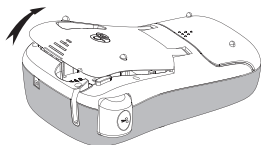

Figure 3
- 1 Soulevez le couvercle du ruban et ouvrez le compartiment à étiquettes. Voir Figure 3.